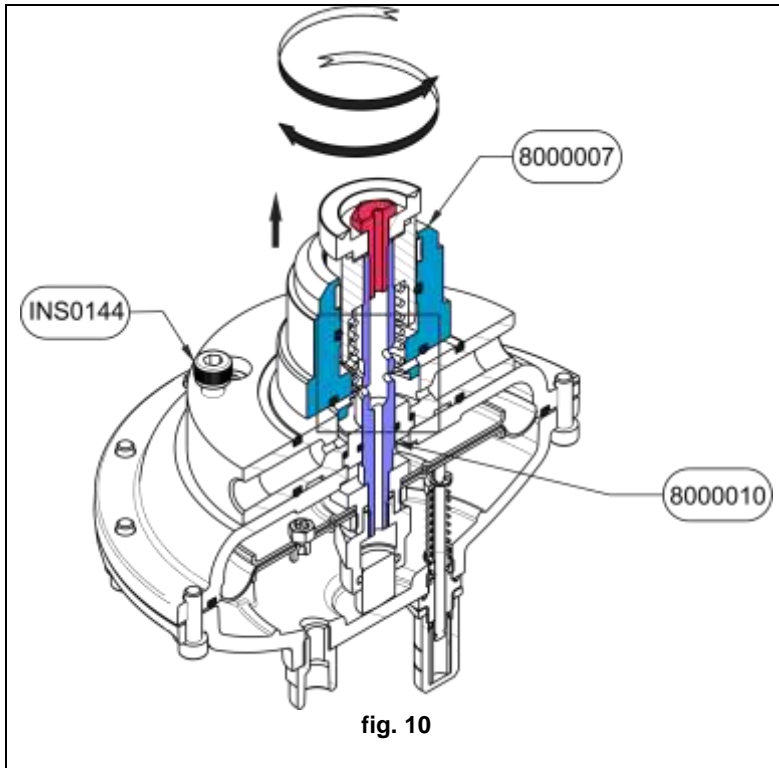
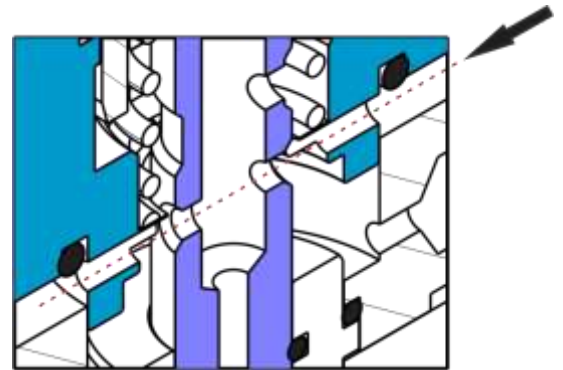

fig. 10
fig. 11
5. Levante el suplemento del obturador 8000007 e identifique la perforación en el mismo, luego presione la llave hacia el eje y gire gentilmente hasta que coincida con el agujero del eje 8000010, una vez alineados pase la llave a través del sistema y trábelo contra uno de los tornillos INS0144. (ver fig. 10 y fig. 11).